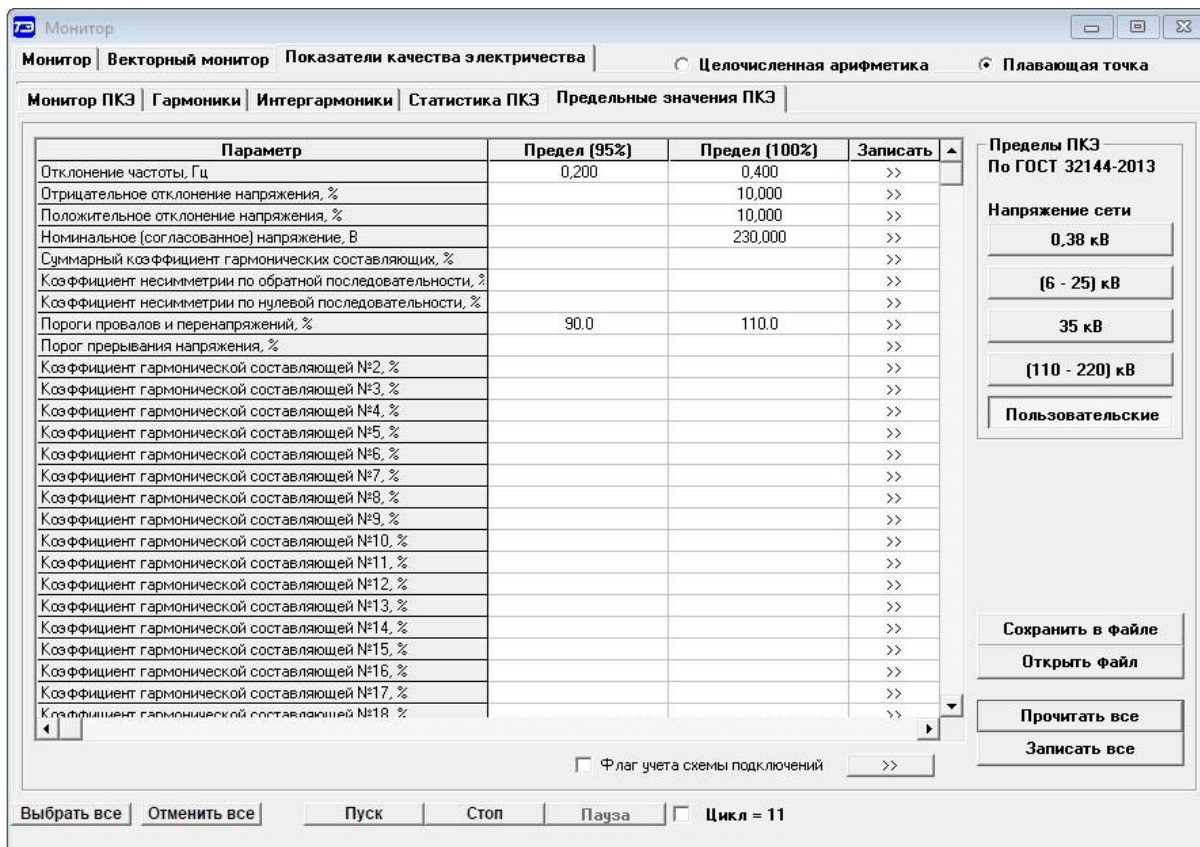

Рисунок 28 – Вкладка «Пределы значения ПКЭ»
4.16.1.3 Для чтения установленных в счетчике предельных значений ПКЭ нажать кнопку «Прочитать все» на поле формы (рисунок 28). Прочитанные параметры отображаются в столбцах «Предел (95 %)» и «Предел (100 %)», а в левом столбце перечислены названия параметров.
4.16.1.5 Для создания массива пользовательских параметров нажать кнопку «Пользовательские» на поле вкладки (рисунок 28) и в каждое окно вписать требуемое предельное значение параметра. Введенные пользовательские значения параметров могут сохраняться в файле на диске и загружаться в окна вкладки с сохраненного файла.